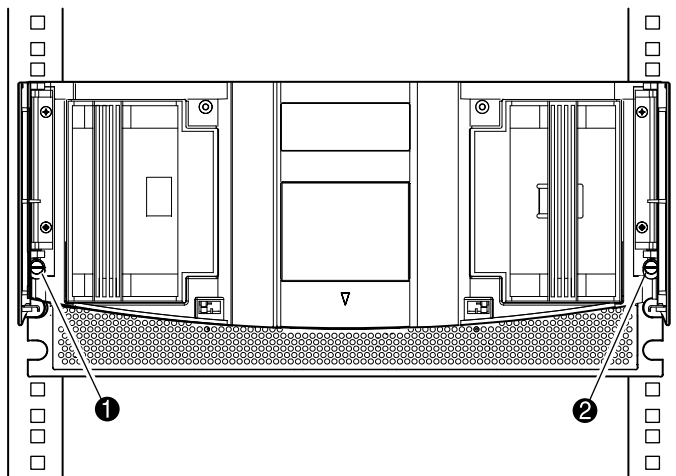

図2-5. ライブラリの固定
10. ドアを開けたままの状態、2本の固定ネジを使用してフロント パネルをストレージ キャビネットに固定します（図2-5を参照）。その後、ドアを閉じます。